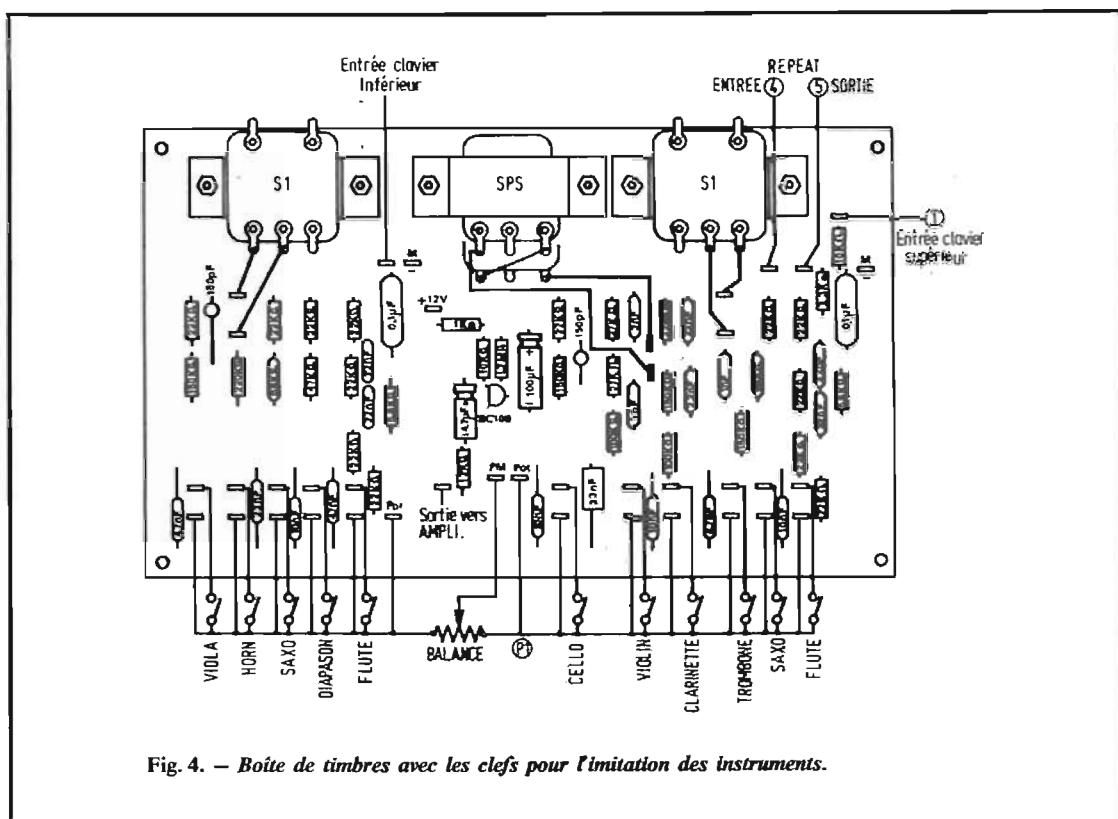

Fig. 4. — Boîte de timbres avec les clefs pour l'imitation des instruments.
A la figure 4 on donne le plan de câblage de la boîte de timbres ou, en langage plus savant, ensemble des formants permettant l'imitation de divers instruments, comme cela se fait toujours, dans les orgues à tuyaux. Cette boîte a été décrite par nous dans un article publié dans nos colonnes.
En ce qui concerne le clavier inférieur, la sortie du circuit de piétage (analogue à celui de la figure 3) se branchera au point « entrée clavier inférieur » de la boîte à timbres figure 4. Le signal reçu passera alors, par divers filtres qui transformeront sa forme.
Ces filtres sont mis en action à l'aide de clefs. En fait ce sont des contacteurs à un contact, représentés en bas et à gauche de la figure 4.
De la même manière, la sortie, point (I) du montage de la figure 3, est reliée au point (I) (à droite Fig. 4) de la boîte de timbres. Cette partie comprend également des filtres permettant l'imitation des instruments désignés par « cello » (violoncelle), « violon » (violon bien sûr!), clarinette, trombone, saxophone, flûte.
On retrouve ensuite le point PI a relier par fil blindé avec celui de la percussion, au point PI de la boîte de timbres de la figure 4 (sur la Fig. 4, PI est en bas, à une extrémité du potentiomètre « balance »).